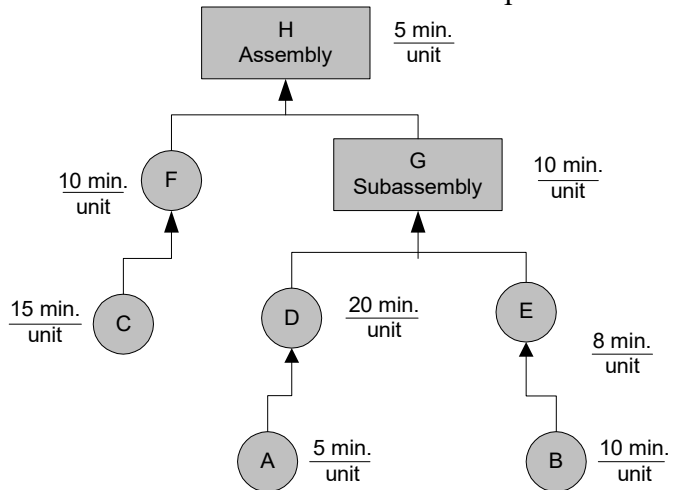

Figura 2 – Esquema de Produção
2. As operações mostradas na Figura 2 estão disponíveis 480 minutos por dia. A demanda do mercado é de trinta unidades por dia. Com base nesta informação, determine:
- Qual é o tipo de estrutura VAT da Figura 2?
- Onde os buffers (restrição, montagem e expedição) devem ser colocados na Figura 2?